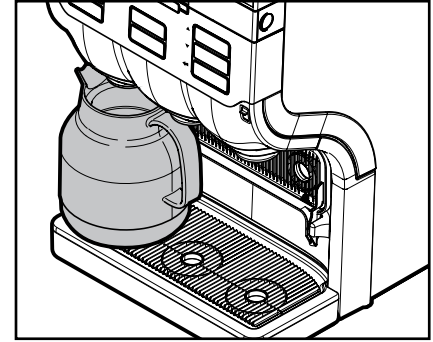

Bild 12
- Ställ kannan på droppskålen (bild 12).